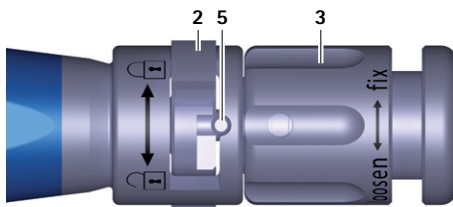

Fig. 4 Primer plano del instrumento de inserción, implante de prueba/implante tensado
- Gire la tuerca giratoria 3 del instrumento de inserción A en sentido de las agujas del reloj (en dirección "fix") hasta tensar el implante de prueba, ver Fig. 4.
- Gire la tuerca giratoria **3** del instrumento de inserción **A** en sentido de las agujas del reloj (en dirección a "fix") hasta tensar el implante, ver Fig. 4.